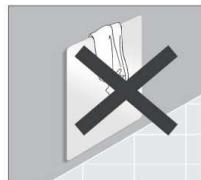

Fig 6
- Il est déconseillé de couvrir l'appareil, afin d'éviter toute surchauffe dangereuse. (Fig. 6)